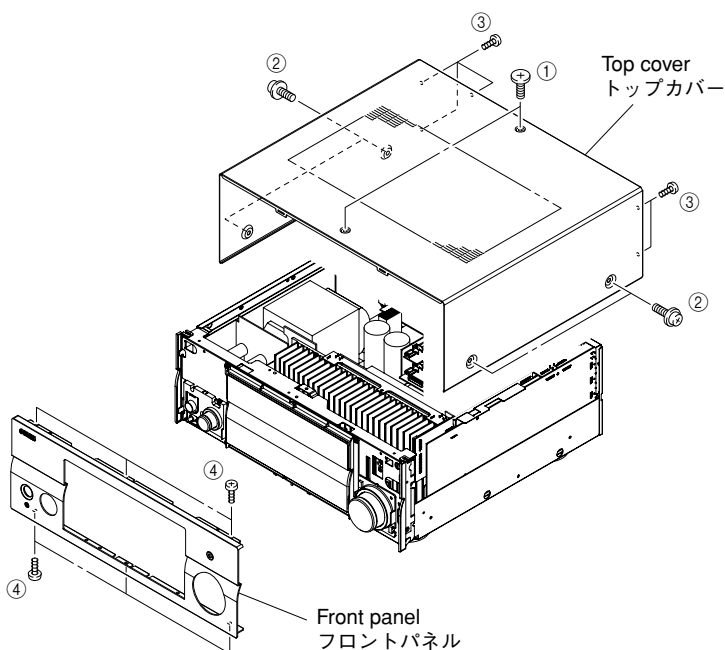

Fig. 1
- Remove 2 screws (①), 4 screws (②) and 5 screws (③). (Fig. 1)
- Slide the top cover rearward to remove it. (Fig. 1)
- ①のネジ2本、②のネジ4本、③のネジ5本を外します。(Fig. 1)
- トップカバーを後方へスライドさせ、取り外します。(Fig. 1)
Remove 6 screws (④) and then remove the front panel unit forward. (Fig. 1)
④のネジ6本を外し、フロントパネルを前方に外します。(Fig. 1)